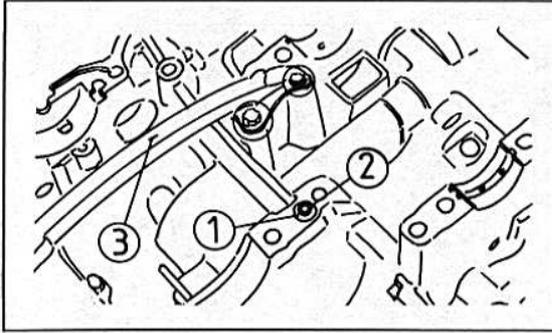

Bild 260
- Die Schaltgabeln einsetzen und mit der Führungswelle befestigen (Bild 260).